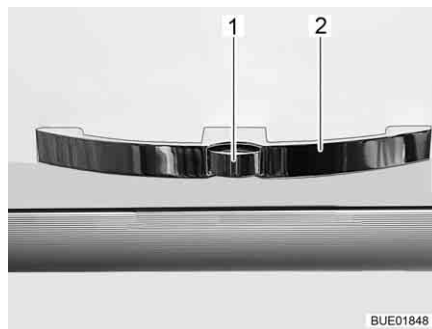

Bild 47 Skåplucka med handtag
- Tryck på låsknappen (Bild 47,1) på handtaget (Bild 47,2) och håll den nedtryckt.